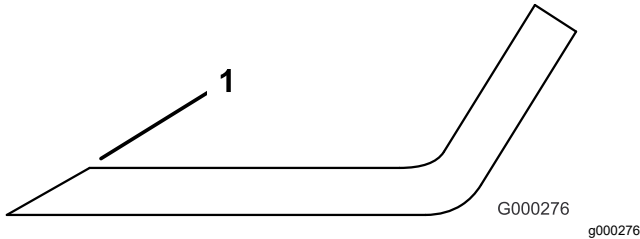

Figure 27
4. Examinez les tranchants de toutes les lames et aiguissez-les s'ils sont émoussés ou ébréchés (Figure 27).
Remarque: N'aiguissez que le haut du tranchant et conservez l'angle de coupe d'origine pour obtenir une coupe nette (Figure 27). Limez la même quantité de métal sur chacun des deux tranchants pour ne pas déséquilibrer la lame.